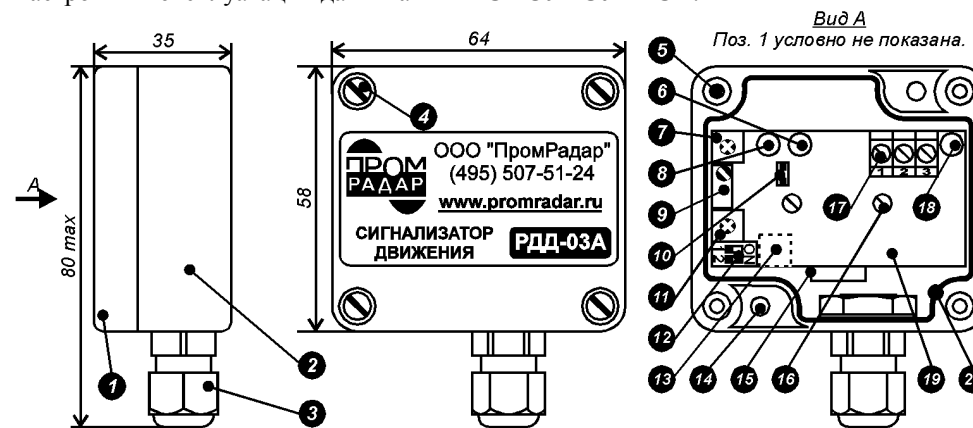
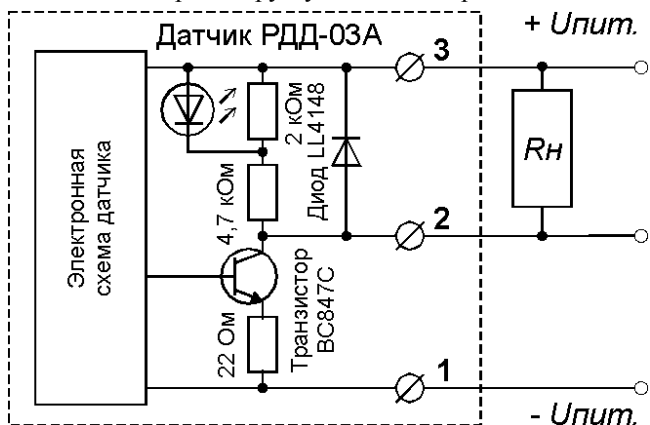

Рис. 1. Конструкция датчика РДД-03А.
Рис. 10. Выходной каскад датчика РДД-03А и схема подключения нагрузки.
Конструкция РДД-03А показана на рис. 1. На печатной плате 19 установлены элементы электрической схемы датчика и приёмо-передающий модуль 15. Плата саморезами 16 крепится к корпусу 2. Регулятор 7 («Чувствительность») служит для настройки чувствительности датчика, а 11 («Задержка») - для регулировки задержки срабатывания. Тип задержки (на включение/ на выключение/ симметричная) задается переключателем 12. Если удалить перемычку 10 («Фильтр»), то РДД-03А контролирует наличие/ отсутствие движения во всем диапазоне скоростей. Для его сужения (фильтрации посторонних движений) следует установить перемычку 10 обратно на посадочные штыри. Выбор нужного интервала скоростей производится регулятором 9 («Скорость»). Внешние провода вводятся через сальник 3 и подключаются к клеммам 17. Светодиод 8 («Движение») горит при движении контролируемого объекта; светодиод 6 («Выход») загорается при срабатывании выходного ключа прибора, а светодиод 18 («КЗ») включается при срабатывании схемы защиты выходного каскада от токовых перегрузок. Для крепления РДД-03А служат два отверстия 14 диаметром 4,2 мм. Корпус закрывается крышкой 1 через уплотнитель 20. Крышка прижимается винтами 4, которые вворачиваются в запрессованные резьбовые втулки 5. Регулятор 13 (обозначен пунктиром) в процессе настройки и эксплуатации датчика **НЕ ИСПОЛЬЗУЕТСЯ**.
Схема выходного каскада датчика показана на рис. 10. В качестве сопротивления нагрузки  $R_n$  к датчику может быть подключена обмотка внешнего реле или входной каскад контроллера сбора информации.
Обозначения органов регулировки РДД-03А, а также направления их вращения соответствуют рис. 1.
7.1.4. Подключите к датчику нагрузку и источник питания согласно рис. 10.
**ВНИМАНИЕ!** Ошибки при подключении могут вывести датчик из строя! Включение светодиода «К3» (поз. 18 на рис. 1) при наличии движения свидетельствует о срабатывании схемы защиты выходного каскада датчика от токовых перегрузок. При этом следует проверить правильность подключения датчика и, при необходимости, увеличить сопротивление нагрузки ( $R_n$  на рис. 10). Светодиод «К3» гаснет и схема защиты отключается при снятии с датчика напряжения питания, либо при остановке механизма (нет движения).
Обозначения органов регулировки датчика, а также направления их вращения соответствуют рис. 1.
7.2.2. Подключите к датчику нагрузку и источник питания согласно рис. 10. Если при таком состоянии органов регулировки светодиод «Движение» не загорается, значит посторонние движения не влияют на работу РДД-03А. При этом следует перейти к выполнению п. 7.2.3. В противном случае следует перейти к п. 7.2.7. **ВНИМАНИЕ!** Ошибки при подключении могут вывести датчик из строя! Включение светодиода «КЗ» (поз. 18 на рис. 1) при наличии движения свидетельствует о срабатывании схемы защиты выходного каскада датчика от токовых перегрузок. При этом следует проверить правильность подключения датчика и, при необходимости, увеличить сопротивление нагрузки ( $R_n$  на рис. 10). Светодиод «КЗ» гаснет и схема защиты отключается при снятии с датчика напряжения питания, либо при остановке механизма (нет движения).